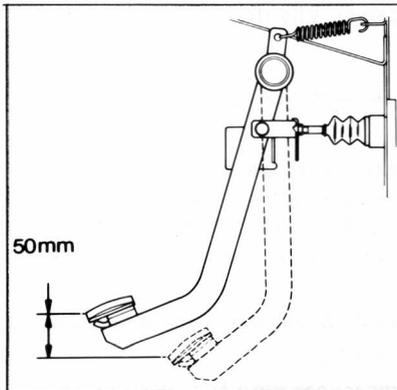

Fig. 26
La garde des pédales de frein doit être de 50 mm (fig. 26).
- 3 – Déposer l'axe (1 fig. 26 A) de la chape réglable du frein de stationnement à l'extrémité inférieure du levier de commande de frein gauche (2).
- 5 – Vérifier que le déplacement de la pédale gauche (mesuré à l'extrémité) est de 50 mm (fig. 26).
- 8 – Régler la longueur de la chape de frein de stationnement (3 fig. 26 A) en la vissant ou en la dévissant jusqu'à ce qu'elle puisse être refixée sur le levier de commande de frein.
- 9 – Conduire le tracteur avec les pédales de freins jumelées. S'assurer que le tracteur ne tire pas d'un côté en freinant, sinon tourner l'écrou (1) en sens inverse des aiguilles d'une montre du côté où le tracteur est dévié.
- 10 – Enfin, le frein de stationnement étant desserré, enlever tout le jeu du câble de frein en tournant l'écrou (4 fig. 26 A).